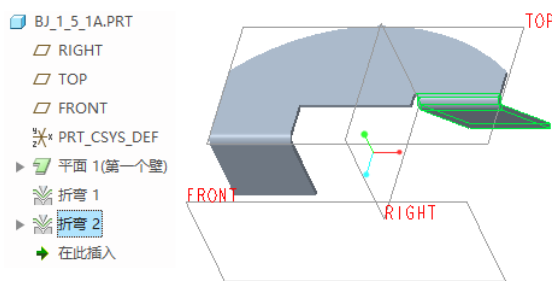

图 1-193 完成创建第二个折弯特征
(13) 在“折弯”选项卡中单击 (完成) 按钮, 完成创建第二个折弯特征, 结果如图 1-193 所示。